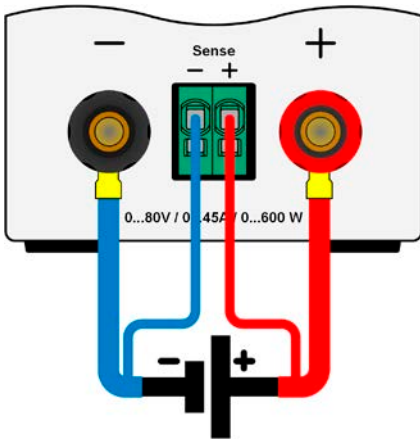

图 6 - 远程感测接线举例
- 感测线跟源极之间要+与+，-与-相连，否则会损坏两个系统。见下面图6的范例。